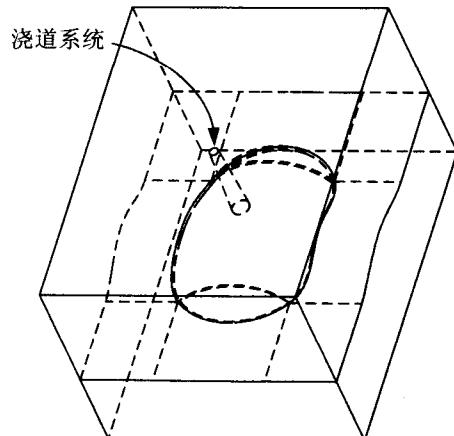

图 1.5
6. 以 MOLD/Feature(模具/特征)设计浇道系统, 如图 1.5 所示, 一般而言, 浇道系统包括注道(Sprue)、流道(Runner)、流道滞料部、浇口(Gate)等。